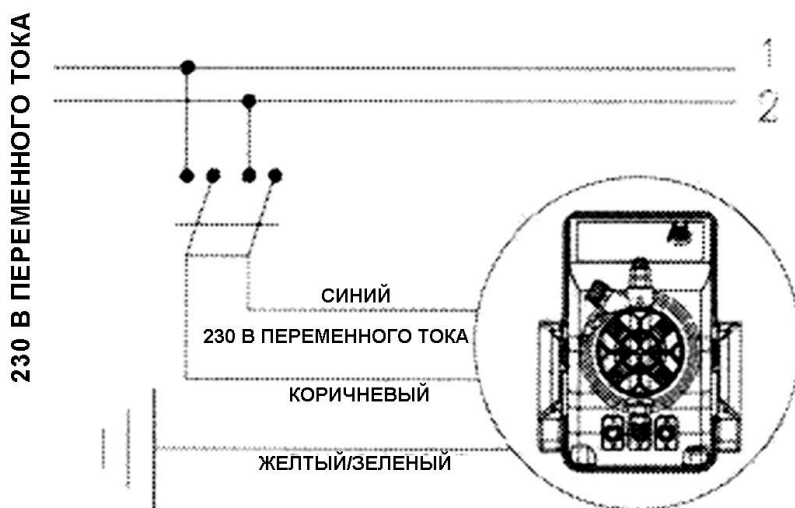
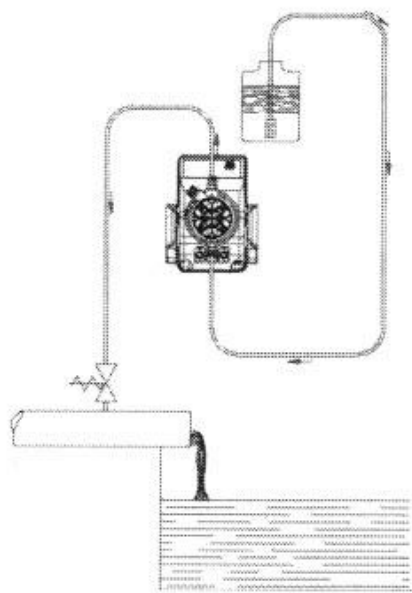

Рис. 4
Рис. 6
1. **Отсоедините вилку сетевого шнура от электрической розетки или отсоедините насос от линии питания с помощью двухполюсного выключателя, расстояние между разомкнутыми контактами в котором составляет не менее 3 мм (рис. 4).**
1. *Отсоедините вилку сетевого шнура от электрической розетки или отсоедините насос от линии питания с помощью двухполюсного выключателя, расстояние между разомкнутыми контактами в котором составляет не менее 3 мм (рис. 4)*
- в. - Расположите насос, как показано на рис. 4. Помните о том, что насос может располагаться как выше, так и ниже уровня жидкости в резервуаре с дозируемой жидкостью, но при этом разность уровней жидкости в насосе и в резервуаре не должна превышать 2 м. Если установка обработки воды, в которой используется насос, работает при атмосферном давлении (нет противодействия), и бак с химическим реактивом находится выше уровня установки (рис. 6), то необходимо регулярно проверять состояние инжекционного клапана, так как в этом случае износ инжекционного клапана может привести к перетеканию химического реактива в воду даже при выключенном насосе. Если возникнет такая проблема, установите между инжекционным клапаном